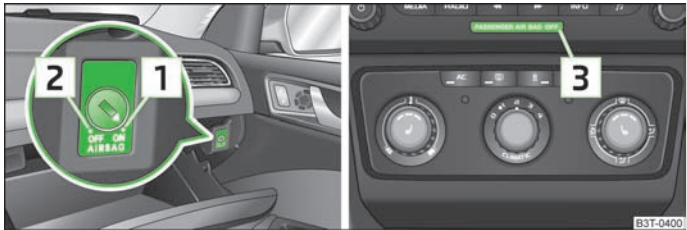

Abb. 149 Ablagefach: Schalter für Beifahrer-Frontairbag / Kontrollleuchte für Beifahrer-Frontairbagabschaltung
- Die Airbagabschaltung wird durch das Aufleuchten der Kontrollleuchte **OFF** im Schriftzug **PASSENGER AIR BAG OFF** im Schalttafelmittelteil signalisiert » Abb. 149.
- Mit dem Schlüssel den Schlitz des Schlüsselschalters in die Position **2** (**OFF**) drehen » Abb. 149.
- Prüfen, ob bei eingeschalteter Zündung die Airbag-Kontrollleuchte **OFF** im Schriftzug **PASSENGER AIR BAG OFF** im Schalttafelmittelteil leuchtet » Abb. 149 **3**.
- Mit dem Schlüssel den Schlitz des Schlüsselschalters in die Position **1** (**ON**) drehen » Abb. 149.
- Prüfen, ob bei eingeschalteter Zündung die Airbag-Kontrollleuchte **OFF** im Schriftzug **PASSENGER AIR BAG OFF** im Schalttafelmittelteil nicht leuchtet » Abb. 149 **3**.
Die Airbag-Kontrollleuchte befindet sich im Schalttafelmittelteil » Abb. 149 **3**.